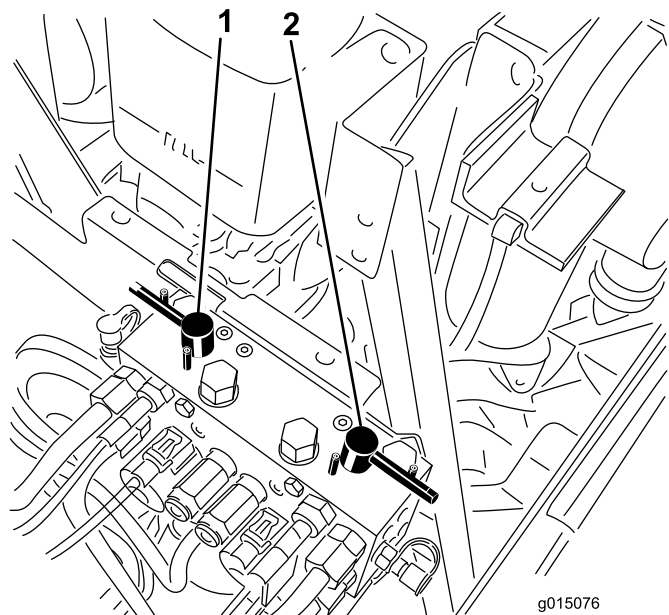

Рисунок 109
4. Выберите передний, задний или оба рычага обратного вращения, чтобы определить, заточку каких режущих блоков необходимо произвести (**Рисунок 109**).